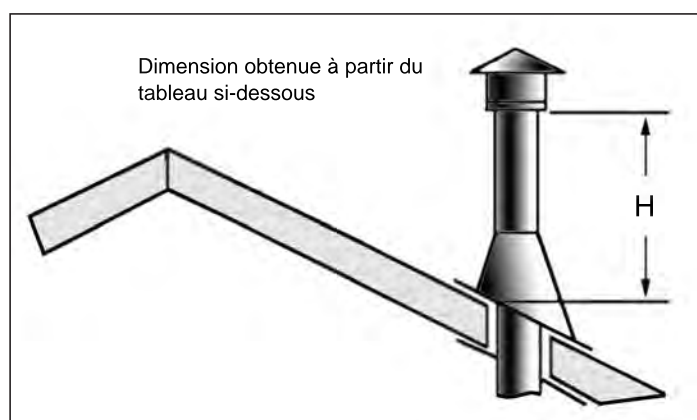

Figure 47: Hauteur de la terminaison verticale ; Se référer au tableau 7
- Étape 8.** Ajoutez des sections de conduit jusqu'à ce que le bouchon du conduit réponde aux exigences minimales du code. Référez-vous à la figure 47 et le tableau 7. À noter que plus la pente du toit est forte, plus l'évent doit être haute. Dans des conditions de vent fort, s'il y a des arbres à proximité, deux toitures avoisinantes, des toits à pente forte, et d'autres facteurs similaires, il peut résulter un faible tirage. Augmenter la hauteur de l'évent peut résoudre le problème.
Tableau 7: 'H' minimum pour la Figure 47.